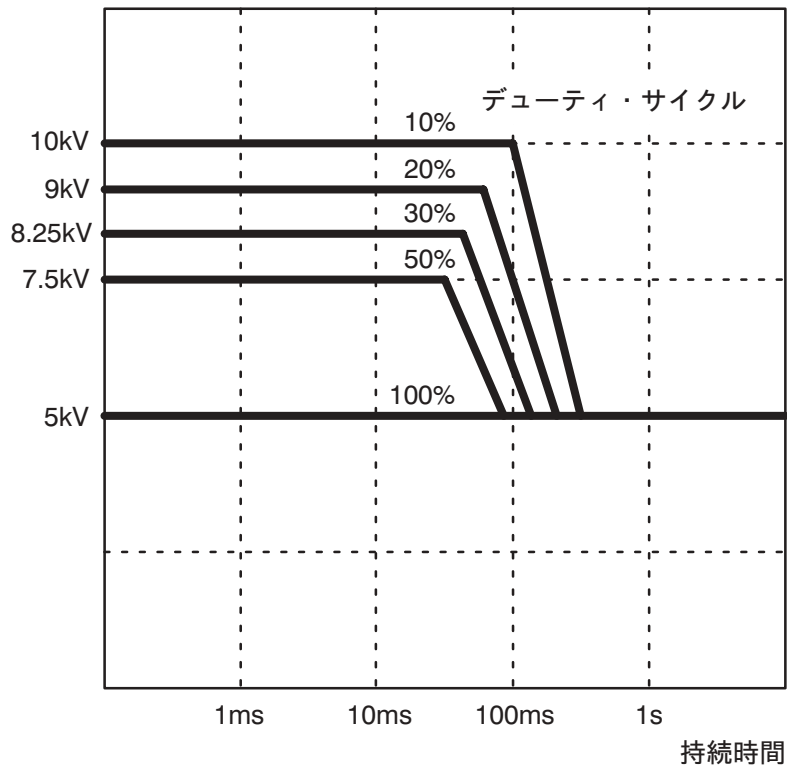

図4 ピーク・パルス定格
□デューティ・サイクルが10%を越える場合、またはピーク電圧が100ms以上持続する場合（図4参照）。デューティ・サイクルとは信号周期に対するパルス幅の比で、パーセントで表します。
最大入力電圧 DC+ピークAC ^a ピークパルス ^b	5kV 35℃以下にて。 10kVpk デューティ・サイクル降下：持続時間100ms以上、デューティ・サイクル10%以上において降下。図4参照。 相対湿度降下：温度と相対湿度の上昇によって降下。